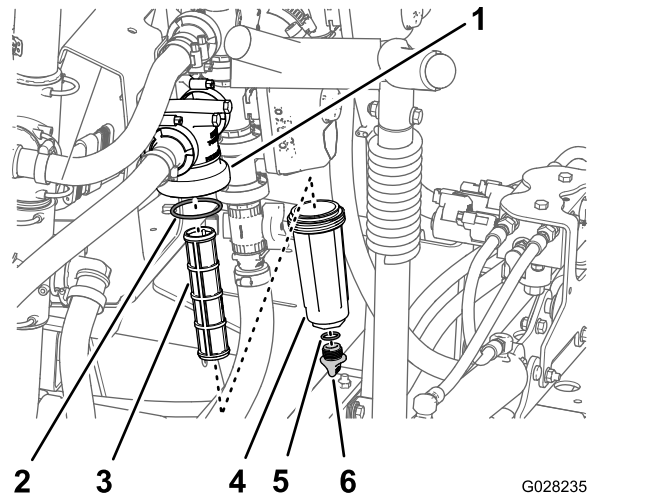

Figure 97
3. Tournez le bouchon de vidange dans le sens antihoraire et déposez-le de la cuvette du filtre sous pression (Figure 97).
4. Tournez la cuvette dans le sens antihoraire et déposez-la de la tête du filtre (Figure 97).
5. Retirez l'élément du filtre sous pression usagé (Figure 97).
6. Contrôlez l'état et l'usure du joint torique du bouchon de vidange (à l'intérieur de la cuvette) et du joint torique de la cuvette (à l'intérieur de la tête du filtre) (Figure 97).
7. Montez le nouvel élément filtrant dans la tête du filtre sous pression (Figure 97).
8. Vissez la cuvette sur la tête du filtre et serrez-la à la main (Figure 97).
9. Vissez le bouchon sur la cuvette à la main (Figure 97).
- Placez un bac de vidange sous le filtre sous pression (Figure 97).